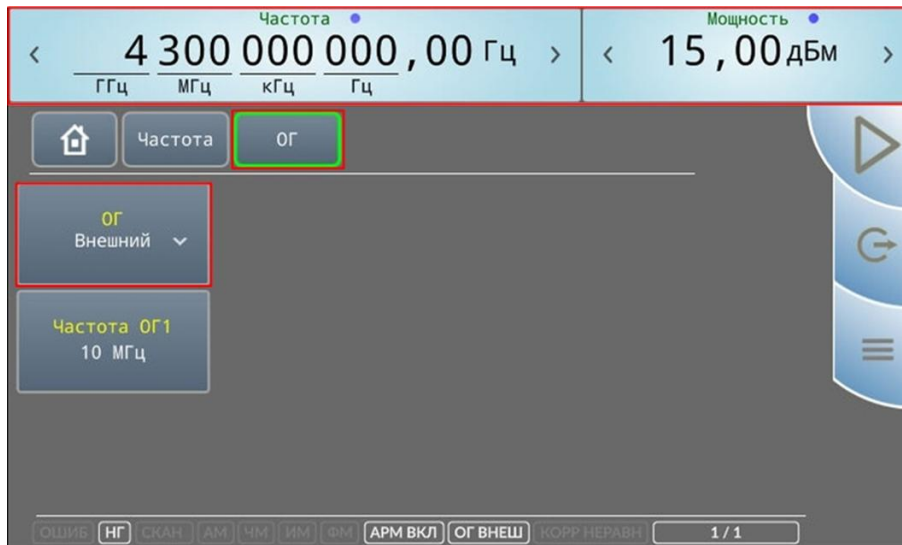

Рис. 39. Настройка частотного диапазона и синхронизации второго генератора
9. Настройте частотный диапазон для генератора, используемого в качестве второго гетеродина (рис. 39). Частота LO2 = 4,3 ГГц, PLO2 = 15 дБм. Используем генератор серии «Г7М-50» производства компании «Микран». **Синхронизация по опорному сигналу ВАЦ и генератора обязательна;**